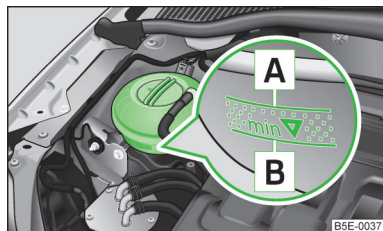

Fig. 150
Para rellenar utilizar solamente aquel líquido refrigerante cuya designación se encuentra en el depósito de expansión del refrigerante » fig. 150 de la página 180.
- Comprobar el nivel de líquido refrigerante en el depósito de expansión del mismo » fig. 150.
- No rellenar el depósito de líquido refrigerante por encima de la marca **A** » fig. 150.